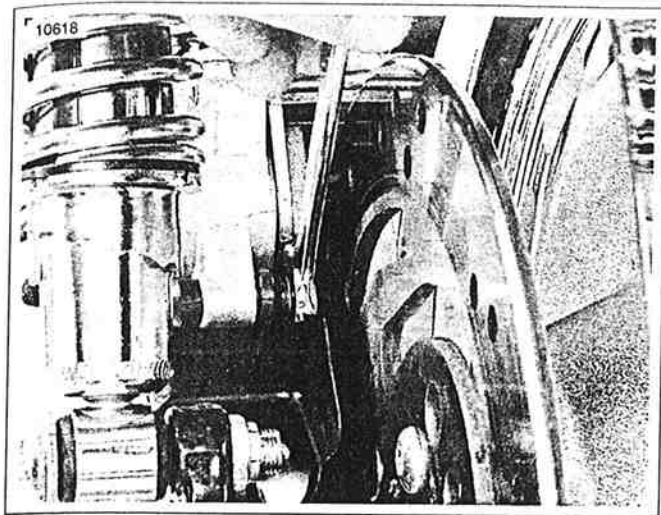

Figura 2-111. Extracción del pasador de perno de la mordaza trasera
8. Vea la Figura 2-111. Vea la Figura 2-110. Usando una llave española, desenrosque el pasador del perno de la pieza de soporte de montaje (5) de la pieza de soporte de montaje de la mordaza (1). Levante la mordaza del freno (6) directamente hacia arriba, en dirección opuesta al disco de freno y pieza de soporte de la mordaza.